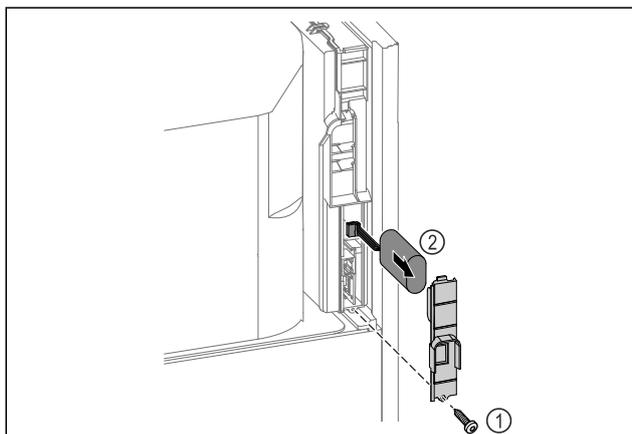

Fig. 254
- ▶ Открутите винт и снимите крышку с задней стороны устройства Fig. 254 (1).
- ▶ Отсоедините и извлеките аккумуляторную батарею Fig. 254 (2).